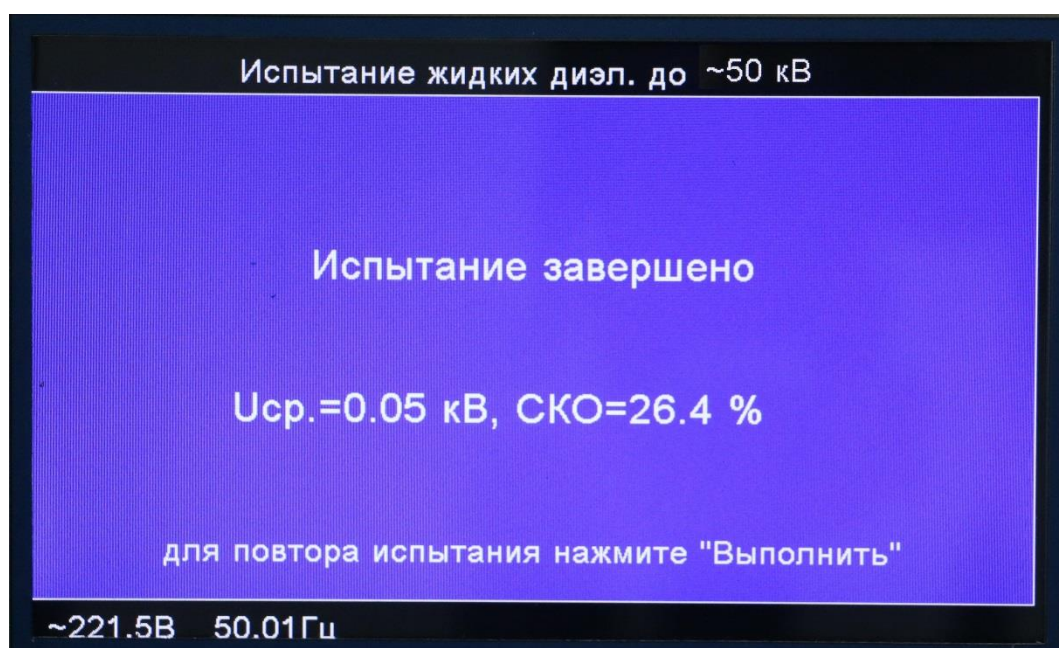

Рис.8.21.
8.8.8. По окончании цикла испытаний на экран будет выдано сообщение «ИСПЫТАНИЕ ЗАВЕРШЕНО» и выведены результаты испытаний (рис. 8.21), где  $U_{ср.}$  - среднее арифметическое значение пробивного напряжения;  $СКО$  - средняя квадратичная ошибка среднего арифметического значения пробивного напряжения.